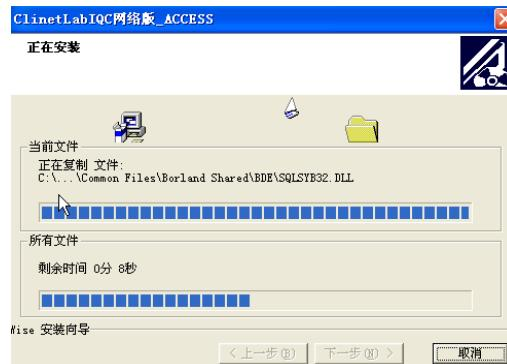

图 2-1-05 【正在安装】
6. 单击【下一步】按钮，出现如图 2-1-05 所显示的【正在安装】对话框，然后单击【下一步】按图 2-1-05【正在安装】对话框